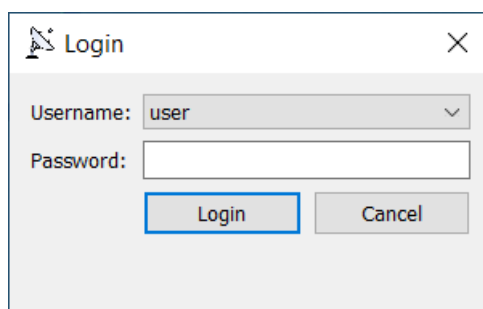

Рисунок 3.8 — Окно авторизации
3.3.2 При запуске Программа предлагает авторизоваться с правами пользователя (*user*) или администратора (*admin*), рисунок 3.8.